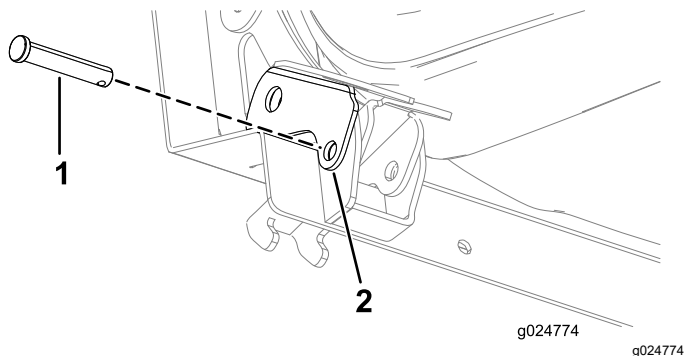

Bild 23
6. Stecken Sie den Lastösenbolzen teilweise nach innen durch das Loch im Sitzriegel (Bild 23).